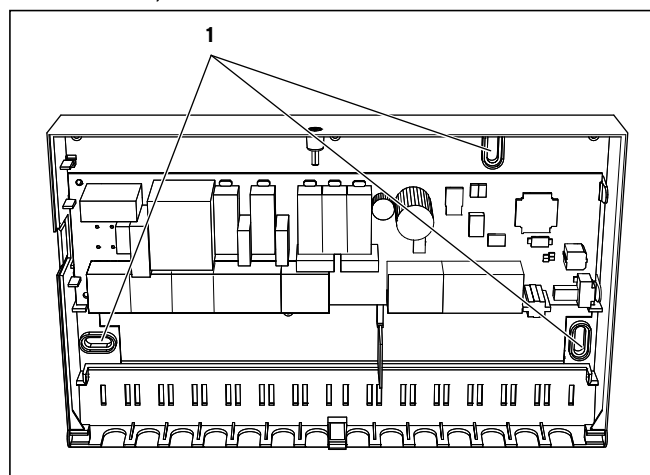

Bild 5.2 Montering av shuntmodul VR61/2
- Lås alla kablar i VR 61/2 med medföljande kabelhållare (→ **Bild 5.2**).